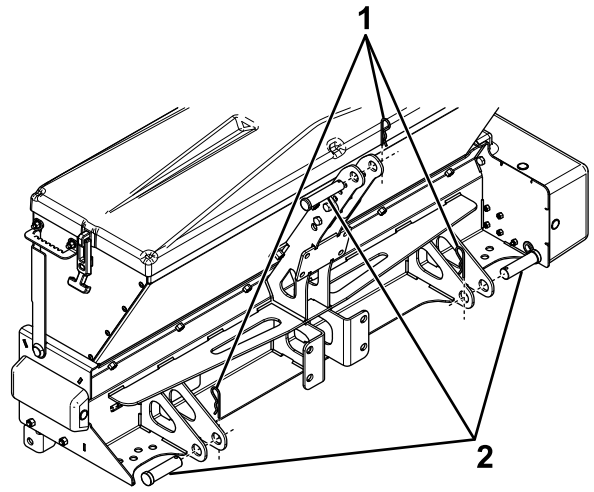

图20
- 将拖拉机缓慢行驶至撒布机并放下提升臂，使它们与提升销支架对齐（图20）。
- 用 2 个柱销 ($\frac{7}{8}$ 英寸) 和开口销将撒布机提升销支架固定至拖拉机（图20）。
- 将撒布机向后倾斜，用柱销 ($\frac{3}{4}$ 英寸) 和开口销将连接杆支架固定至拖拉机连接杆（图20）。